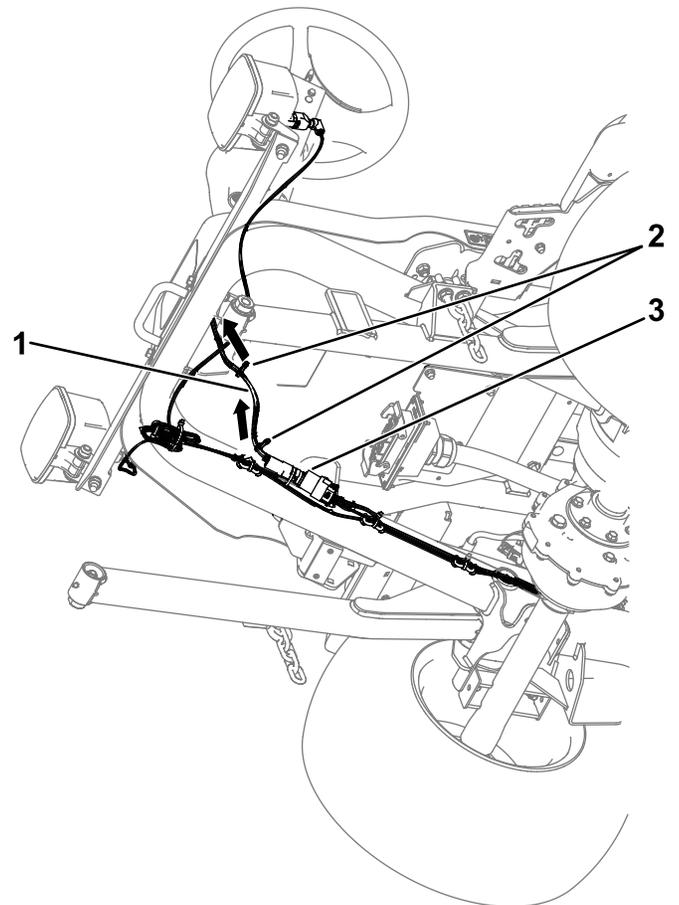

Figure 31
1. Faites passer le faisceau de commande à travers l'ouverture dans la plate-forme (Figure 31).
sur le connecteur du faisceau d'éclairage étiqueté TO POD HARNESS (P03) (Figure 31).
3. Installez les attache-câbles sur le faisceau de commande comme montré à la Figure 31.